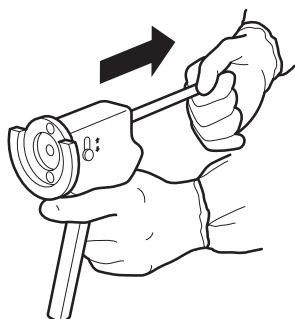

Figura 1
- Rode a barra para desengatar o sistema impulsor, depois puxe novamente a barra até o disco assentar contra o corpo da pistola de cimento (Figura 1).